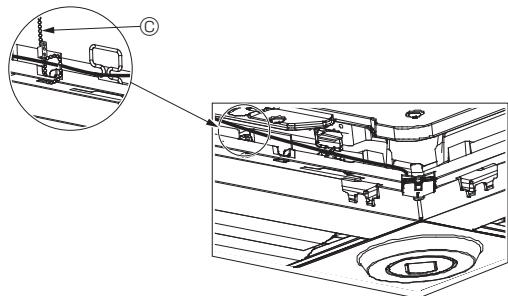

Fig. 6-13
- Sujete los cables del sensor i-See y del receptor de señales en el panel con el remache de la forma mostrada en el diagrama procurando que queden tensos, y luego corte el sobrante en el extremo del remache. (Fig. 6-13)
- Si la posición del sensor i-See ha cambiado de “○” (E) a “□” (F), cambie los ajustes de los conmutadores. (Consulte la página 11).